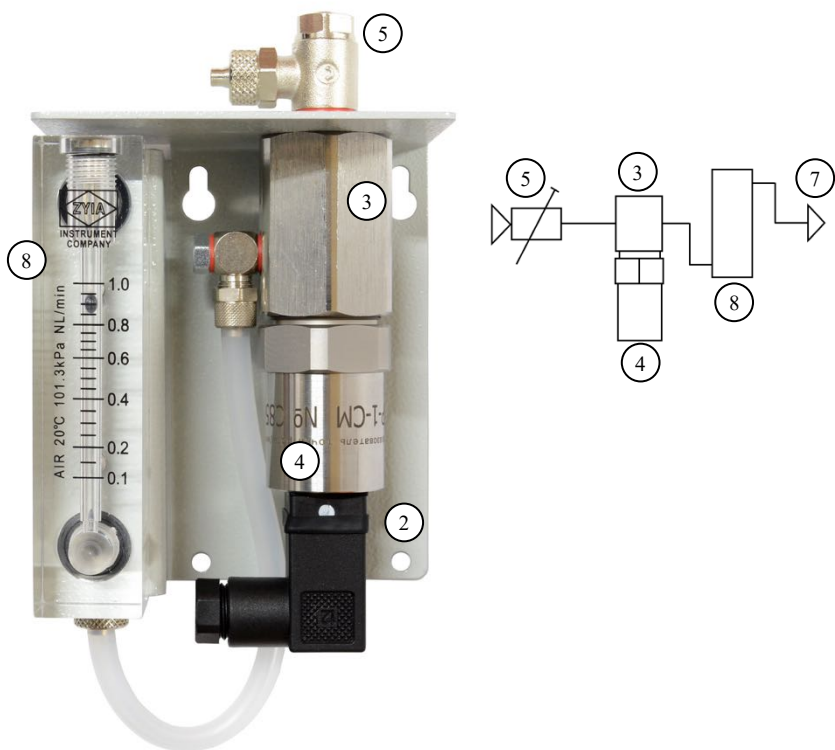

Рис.4. Пробоотборное устройство **ПДВ-4-Р-Б**
2.7. Проточная камера пробоотборного устройства **ПДВ-4** имеет **на входе** регулируемый дроссель для установки расхода газа, рассчитанный на давление не более 1 МПа. Регулировка осуществляется плоской отверткой. Преобразователь влажности находится **при атмосферном давлении**. ПДВ-4-Р (рис.4) включает ротаметр.